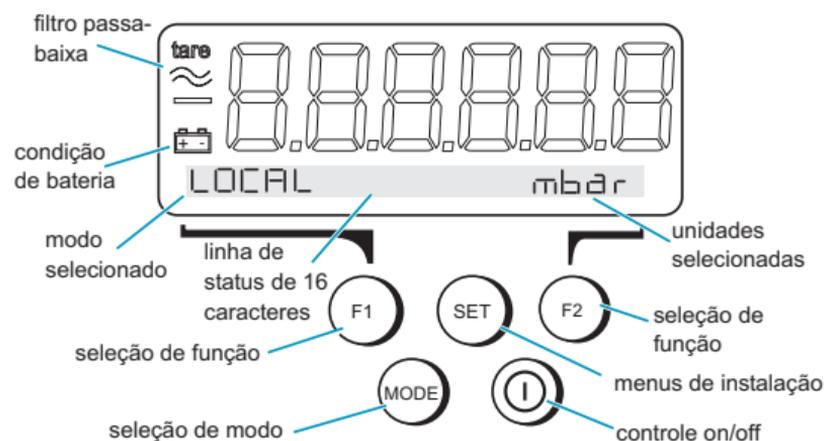

Figura 3-1 Painel frontal do instrumento
3.1 Geral (Figura 3-1)
3.2 Modos de Medição (Figura 3-1)